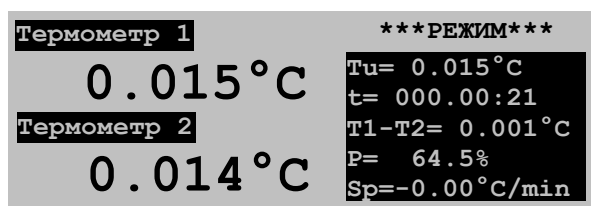

Рис. 5
7.4 После выхода термостата на уставку (в поле «t», вместо прочерков, появятся числа) выключить режим «сведение термометров». На дисплее должна появиться картинка, аналогичная рис.5. Термостат находится в «режиме», разность «T1-T2» близка к нулю. Это штатный «режим» работы термостата. Вывести термостат из него могут действия оператора (изменение уставки, изменение параметров защиты, включение режима «сведение термометров») или возникновение нештатной ситуации.